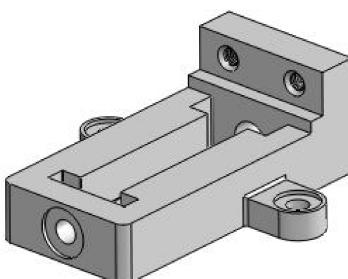

图 7-50 插入固定零部件
- 02 在属性管理器的【开始装配体】属性面板中单击【浏览】按钮，然后将本例的【钳座 .sldprt】零部件文件插入到装配环境中，以此作为固定零部件，如图 7-50 所示。